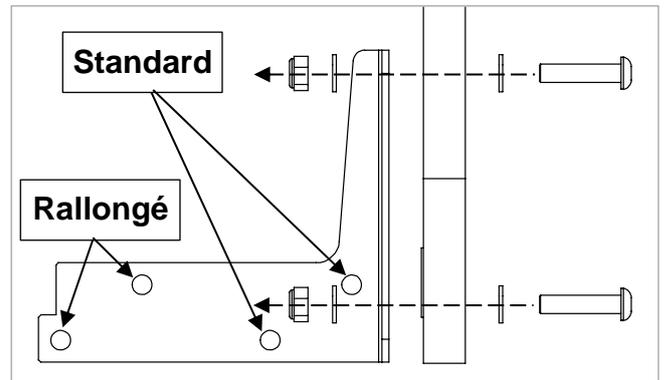

Figure 8.5
10. Fixez les supports au pied de lit à l'aide des boulons, écrous et rondelles M8 x 35 fournis, comme indiqué dans Figure 8.5. Serrez à l'aide de la clé Allen de 5 mm et d'une clé de 13 mm.
13. Pour le lit de longueur standard d'un matelas de 200 cm, utilisez les trous de boulon marqués « Standard » dans Figure 8.5. Pour le lit rallongé pour un matelas de 220 cm, utilisez les trous de boulon marqués « Extended » dans Figure 8.5.